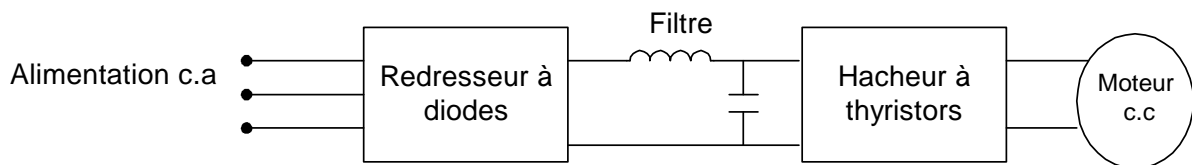

FIGURE 1-2 REDRESSEUR ET HACHEUR DE COURANT
- de redresseurs à diodes suivis de hacheurs à thyristor (Figure 1-2);